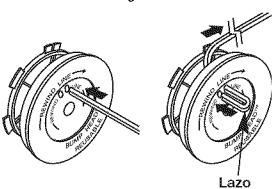

Fig. 12
6. Tome aproximadamente 5.4 m (18 pies) de nueva línea de corte, enlácela en dos longitudes iguales. Inserte cada extremo de la línea a través de uno de los dos orificios del carrete interior (Fig. 12). Pase la línea a través del carrete interior de modo que el lazo sea lo más pequeño posible.